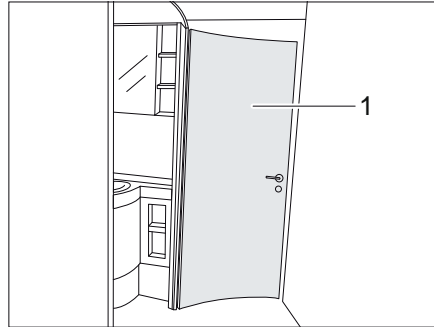

Fig. 166 Espace de bain
Selon l'équipement, la porte de l'espace toilette (Fig. 166,1) peut être bloquée dans 1 à 3 largeurs d'ouverture différentes pour former un espace de bain. Selon la largeur d'ouverture sélectionnée, différentes parties de local sont reliées ensemble.
- ▷ La porte de l'espace toilette (Fig. 166,1) ne peut pas être utilisée comme paroi de séparation pendant le trajet.